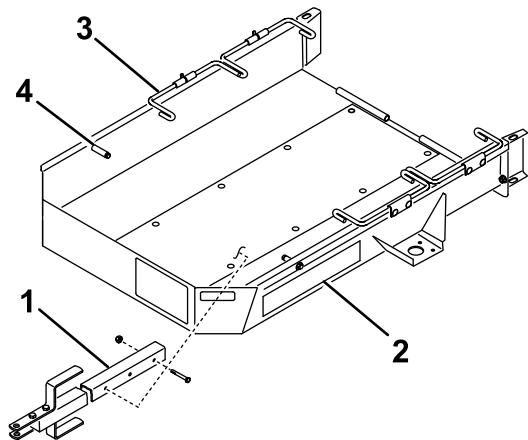

Figura 1
1. Monte o conjunto do garfo no suporte de montagem na parte inferior da plataforma de reboque com dois parafusos ($\frac{3}{8}$ pol. x $2\frac{3}{4}$ pol.) e duas porcas de bloqueio (Figura 1).
4. Mova o acelerador até à posição mais lenta e **lentamente** conduza a máquina para o reboque até que as rodas de transporte entrem em contacto com os batentes do reboque (Figura 1).
6. Incline o primeiro conjunto das barras da roda para baixo para trás das rodas de transporte (Figura 1).